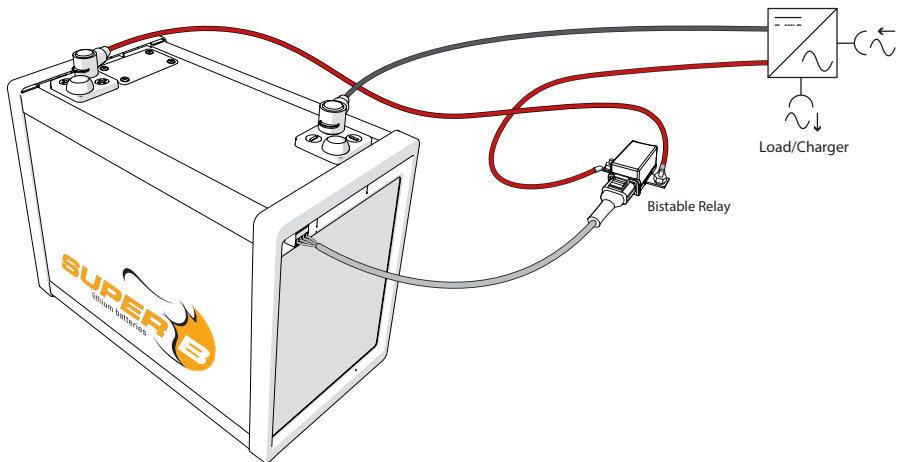

Figure 5. Raccordement d'un relais bistable comme dispositif de déconnexion externe
1. En utilisant un relais bistable relié à la sortie Con1 comme indiqué sur la figure 5. La sortie Con1 commande aussi bien la bobine ON que la bobine OFF du relais bistable. La sortie du Con1 peut être trouvée dans le table 8.